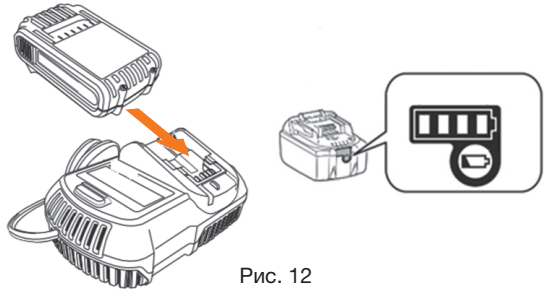

Рис. 12
- Вставьте вилку зарядного устройства в розетку электрической сети 230В. Индикатор на зарядном устройстве загорится зеленым светом (Рис. 12)
- Подключите аккумулятор к зарядному устройству. Индикатор на зарядном устройстве загорится красным светом, и начнется процесс зарядки (Рис. 12).
- После завершения зарядки индикатор на зарядном устройстве изменит свет с красного на зеленый. Извлеките аккумулятор из зарядного устройства, а затем извлеките вилку зарядного устройства из розетки (Рис. 12).